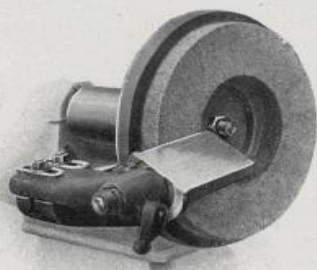

FIG. 311.
**Support de pièces, inclinable et gradué.** — Le support de pièces fixe, placé en face des couronnes lapidaires ou des disques en acier, peut être remplacé facultativement par un support inclinable gradué (fig. 311). Ces supports sont particulièrement commodes pour l'affûtage d'outils à un angle déterminé.